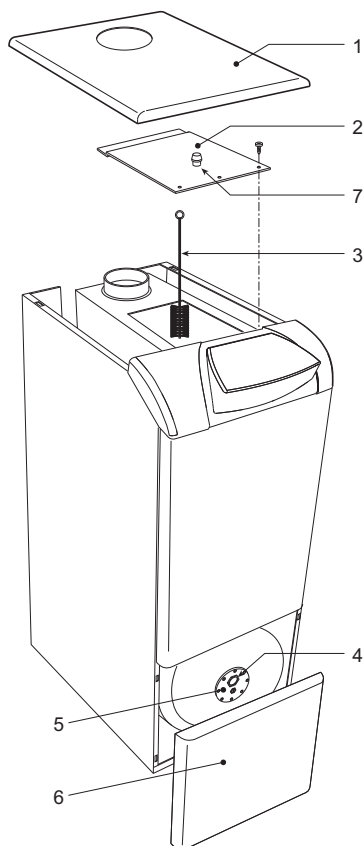

fig. 20 - Pulizia caldaia
Per una buona pulizia della caldaia (fig. 20) bisogna:
- Smontare il pannello frontale del bollitore (6 - fig. 20).
Il grado di deterioramento dell'anodo di magnesio (4 - fig. 20) può essere verificato direttamente dall'esterno svitandolo dalla flangia del bollitore (dopo aver chiuso l'alimentazione dell'acqua sanitaria e dopo aver svuotato il bollitore).
All'interno della caldaia nella parte superiore dell'antirefouleur è stato inserito un punto di prelievo fumi (part. 7 - fig. 20).